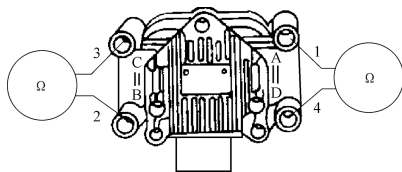

图 4-68 检查次级电阻
(5) **检查次级电阻** 检查 A、B、C、D 端子上的次级电阻 1 缸与 4 缸、2 缸与 3 缸如图 4-68 所示, 规定值为 $4.0 \sim 6.0k\Omega$ 。如未达到标准值, 则更换点火线圈。